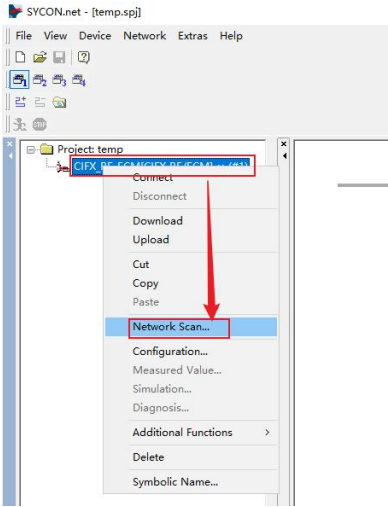
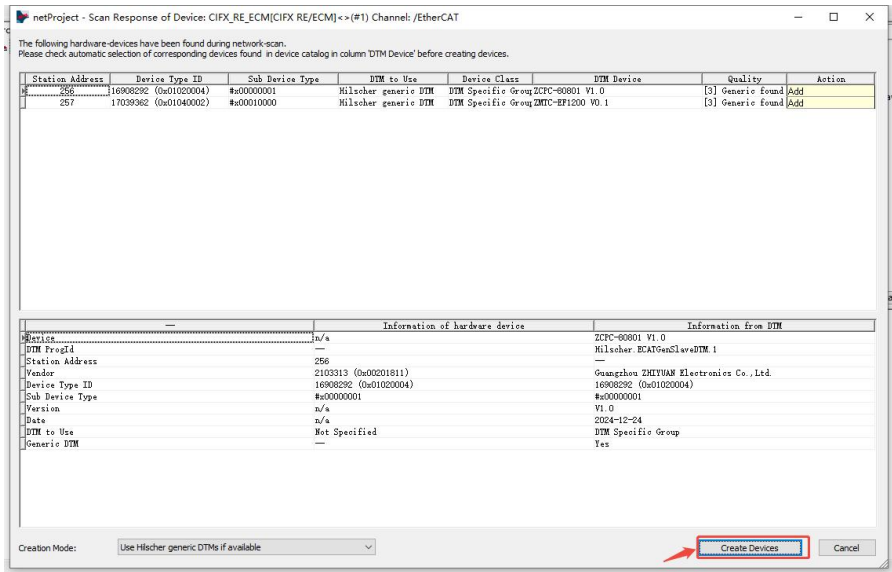

图 4.6 扫描从站
图 4.7 从站添加到工程组态
(5) 扫描从站设备。右击工程主站，在下拉菜单选择“Network Scan...”发起扫描，如图 4.6 所示。若扫描成功，则会弹出扫描结果界面，点击界面中的“Creat Devices”添加到工程组态中，如下图 4.7 所示。